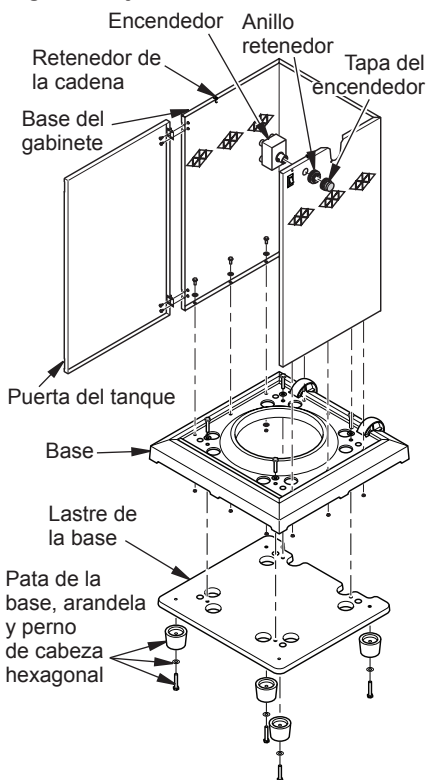

Figura 4 - Conjunto de la base del gabinete
2. Fije las 4 patas de la base al lastre de la misma con las 4 arandelas (B) y los 4 tornillos (A), como se muestra en la figura 4. Las patas se instalarán para áreas rugosas o disperejas debajo del lastre de la base.
3. Coloque la base del gabinete sobre su parte posterior con cuidado para no rayar la pintura (utilice un bloque de espuma de empaque como soporte para la parte trasera superior de la base del gabinete). Alinee los orificios en los bordes inferiores de la base del gabinete con los orificios que se encuentran en la base, como se muestra en la figura 4. Fíjelos con 1 tornillo (C), 1 arandela (D) y 1 tuerca (E) para cada
uno de los 9 orificios (consulte la figura 4). Coloque el conjunto en posición vertical.
4. Fije la base al lastre con 4 tornillos (A) y 4 arandelas (B), como se muestra en la figura 4.
5. Instale los anillos retenedores (ganchos en "S") a los bordes superiores de la base del gabinete como se muestra en la figura 4.
6. Instale el encendedor electrónico a través de la pared del gabinete, como se muestra en la figura 4. Apriete con la mano.
7. Fije la puerta del tanque al gabinete con 4 tornillos (F) y 4 tuercas (G), como se muestra en la figura 4, página 5. Coloque todo el conjunto a un lado.